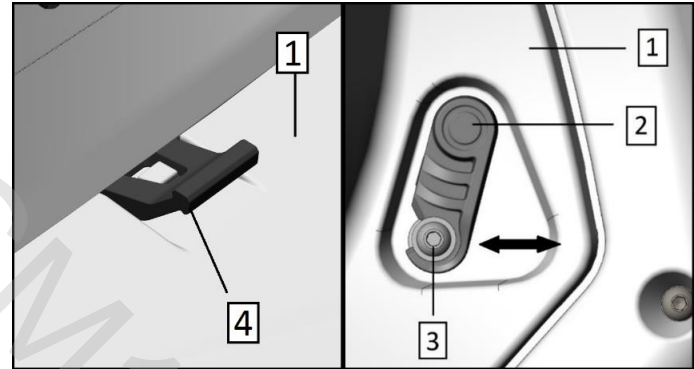

Рис. 35
1. Поверните пластиковые фиксаторы панелей (поз. 2, рис. 35) до щелчка, чтобы фиксаторы вышли из зацепления с фиксирующими винтами (поз. 3, рис. 35).
2. Выведите резиновый фиксатор из зацепления с фиксирующим крючком боковой панели (поз. 4, рис. 35).
4. Заведите панель отверстиями на фиксирующие винты (поз. 3, рис. 35).